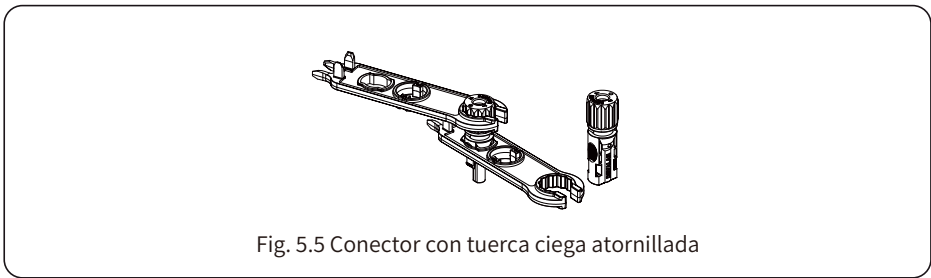

Fig. 5.5 Conector con tuerca ciega atornillada
c) Inserte el pin de contacto en la parte superior del conector y atornille la tuerca ciega a la parte superior del conector. (como se muestra en la Fig. 5.5).